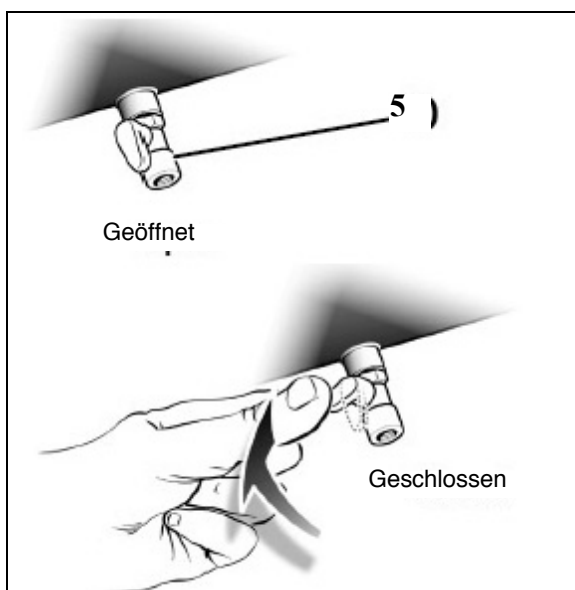

Abb. 8: Kondensatablass-Ventil
Schritt 3: Stellen Sie einen Auffangbehälter unter das Kondensatablass-Ventil. Öffnen Sie das Kondensatablass-Ventil (Pos. 4, Abb. 4 und Abb. 8) unten am Druckkessel zur Entwässerung des Druckbehälters.